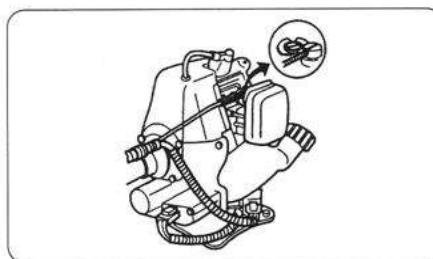

図9
- ①スロットルワイヤーの先端をアウター受けに通し、化油器の上にあるスイベルの溝にはめこみます。(図9)
- ②スロットルワイヤーを軽く引いてスロットルワイヤーの先端をスイベルに確実にセットします。